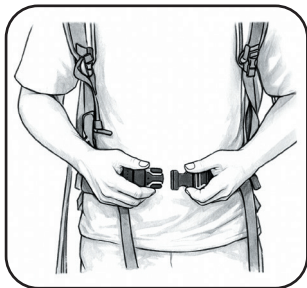

Рисунок 2.2.2. Регулировка
2. Застегните пряжку поясного ремня и отрегулируйте его длину так, чтобы ранцевый аккумулятор плотно и надежно располагался на бедрах (рис. 2.2.2).